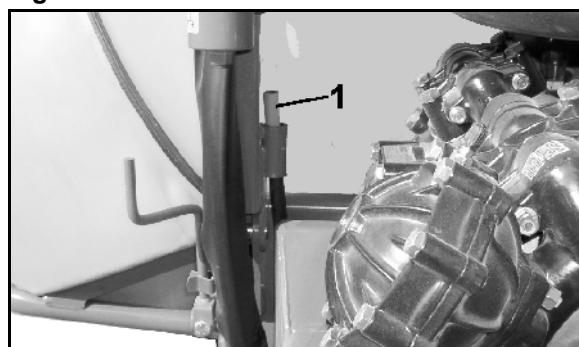

Fig. 42
- A marca vermelha (Fig. 42/1) da indicação de controlo da sapata de estabilização é visível quando a máquina se encontra pousada sobre a sapata de estabilização hidráulica.